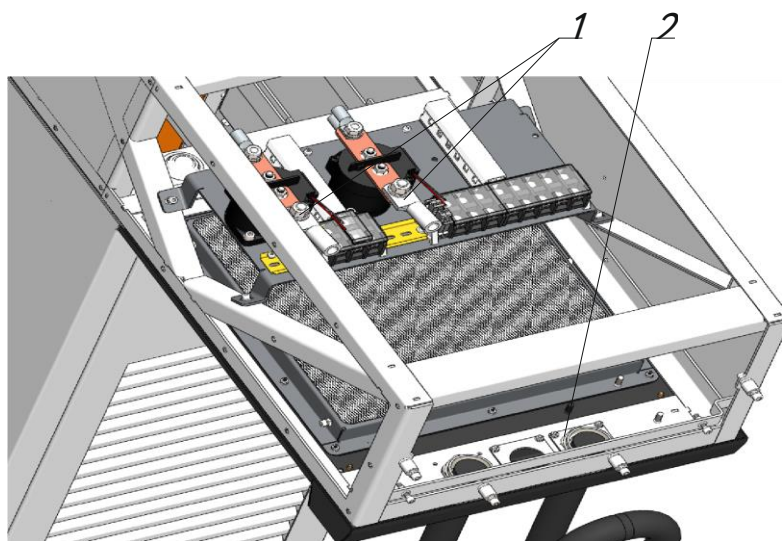

Рисунок 7.9 Подключение кабеля разъема
2. Открутить ушки троса 1 (Рисунок. 7.9).
4. Открутить гайку кабельного вводу 2 (Рисунок. 7.9).
1. Открыть дверь 1-4 зарядной станции (Рисунок 7.9).